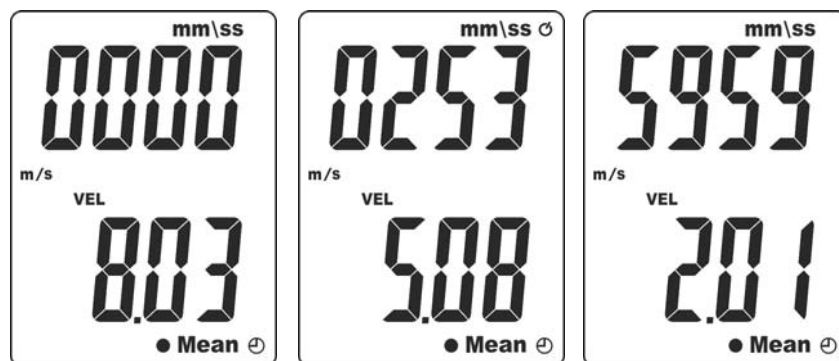

Fig. 9: Valor medio de la velocidad calculado en el tiempo
5. Pulse de forma prolongada (>2s) la tecla **MEAN**. Los símbolos “Mean” y “⌚” y la velocidad del aire se muestran respectivamente en la parte inferior del visualizador y en el visualizador secundario mientras que los símbolos “0000” y “mm/ss” (Timer expresado en minutos/segundos) se muestran en el visualizador principal (ver Fig. 9 – parte izquierda)
6. Pulse la tecla **ENT** para activar el tiempo de medida (rango: **1s ÷ 59min, 59sec**) indicado en el visualizador principal mientras que la velocidad del aire está siempre en ejecución (ver Fig. 9 – parte central referida a un tiempo de medida de 2min y 53s)
8. Pulse la tecla **MEAN** para terminar la medida. Los símbolos “Mean” y “⌚” parpadean en el visualizador y el valor de la media calculada en el tiempo de medida en los valores guardados con un intervalo de muestreo fijo de 1s se muestra en el visualizador secundario (ver Fig. 9 – parte central)
9. Para tiempo de medida más de **20 minutos** (ver Fig. 9 – parte derecha) es necesario desactivar la función de autoapagado del instrumento (ver § 4.4)